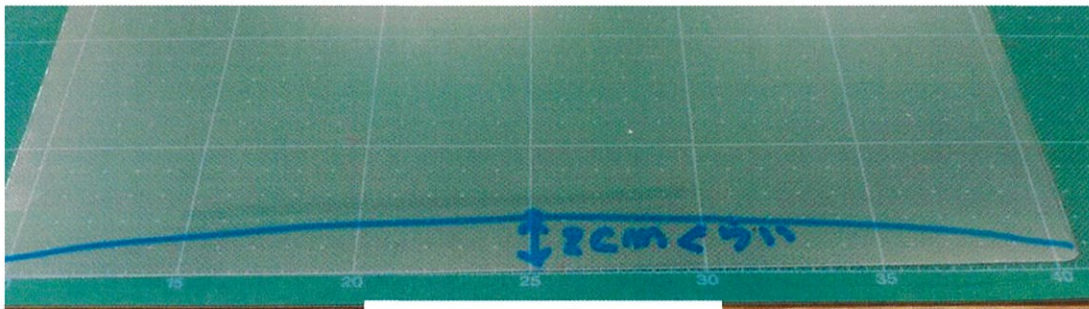

図6 シールドの切込み
- ① ホースにシールドを取り付けるとき、切込みを入れるとシールドの角度が浅くなります（図6）。今回は中央部が2cmにしました。普通のハサミで切れます。